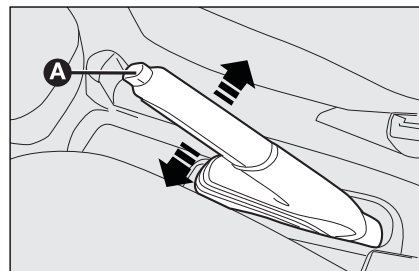

fig. 1
- ☐ trek de hendel iets omhoog en druk op de ontgrendelknop **A**-fig. 1;